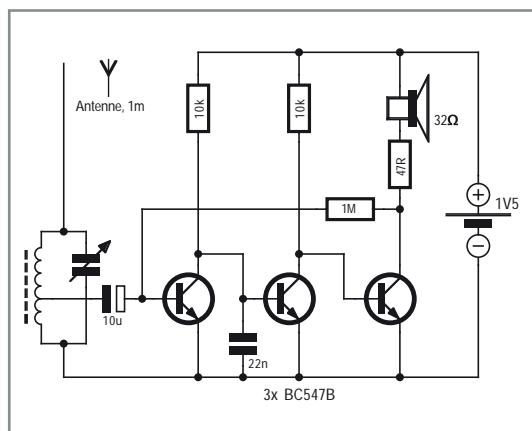

Bild 2.
**Bild 2** zeigt ein einfaches Radio mit dem gleichen Empfangsprinzip. Aber diesmal gibt es mehr Verstärkung und eine bessere Selektivität. Am Eingang liegt ein abstimmbarer Schwingkreis. Je nach den Spulendaten kann das Radio von Langwelle bis in den oberen Kurzwellenbereich reichen. Die Empfangsspule erhält eine Anzapfung bei etwa 10 % der Windungen. Damit erreicht man, dass der Schwingkreis nur wenig gedämpft wird und eine hohe Güte besitzt (siehe Infokasten Schwingkreise). So lassen sich einzelne Sender herausfiltern.